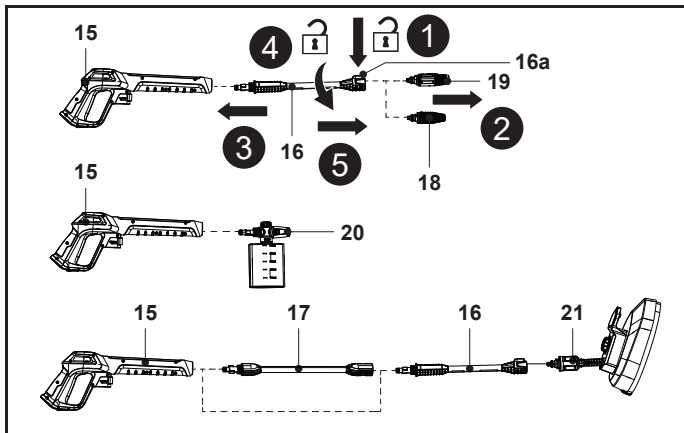

Fig. 6
6. Para desconectar la boquilla, pulse el botón de bloqueo (16a) mientras la sujeta en su sitio; a continuación, tire de la boquilla hacia fuera (Fig. 6, pasos 1 y 2). Vuelva a instalar la boquilla que necesite.
7. Para desconectar la lanza de prolongación (16), presiónela y gírela hacia la izquierda para retirarla (Fig. 6, pasos 3, 4 y 5).
8. Para desconectar la boquilla de la botella de detergente (20) o la barra de extensión (17) de la pistola pulverizadora (15), presiónelos y gírelos hacia la izquierda para retirarlos. Vuelva a instalar el accesorio de pistola pulverizadora que necesite.